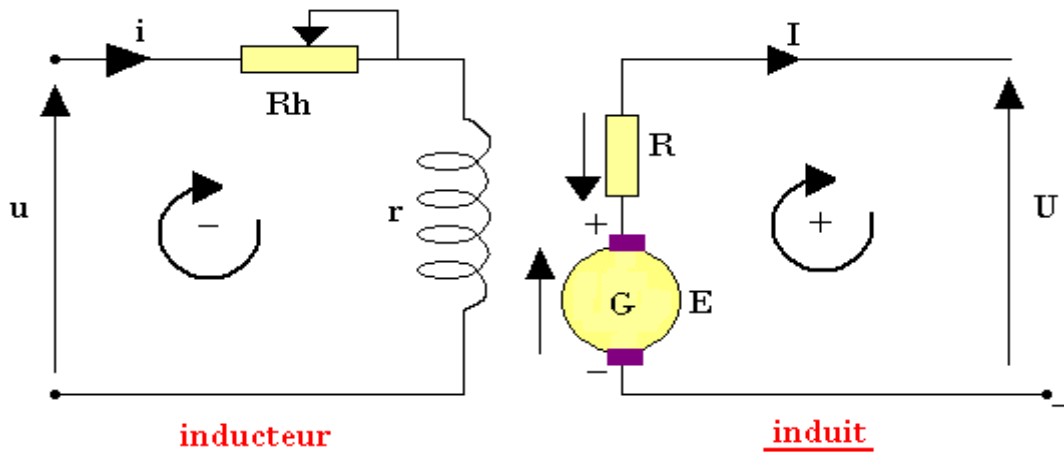

Figure 1. Schéma de montage de la Génératrice à excitation séparée
- ✓ Réaliser le montage suivant le schéma de la figure 1.a.